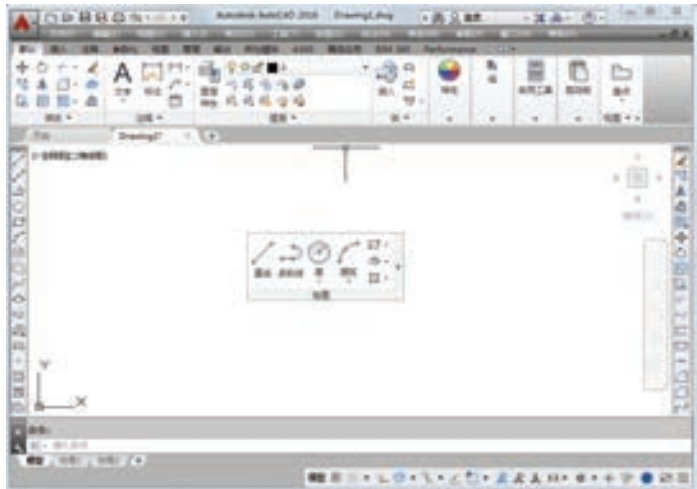
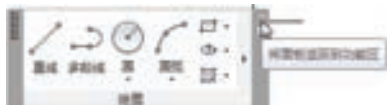

图 2-25 浮动面板
图 2-26 “绘图”面板
(2) 选项卡中面板的固定与浮动 面板可以在绘图区浮动，如图 2-25 所示，将鼠标放到浮动面板的右上角位置处，显示“将面板返回到功能区”，如图 2-26 所示。鼠标左键单击此处，使它变为固定面板。也可以把固定面板拖出，使它成为浮动面板。